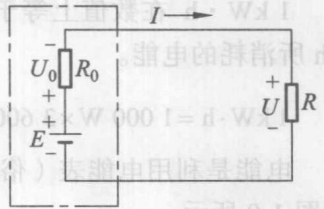

图 1-11 全电路
- (1) 内电路：电源本身的电流通路。
- (2) 内阻：内电路的电阻。
- (3) 外电路：电源以外的电流通路。
- (4) 全电路：内电路和外电路的总称，如图 1-11 所示。